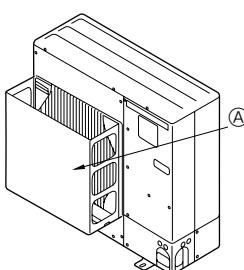
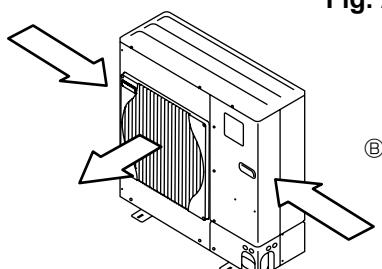

Fig. 2-4
Fig. 2-5
- ② Montera en extra luftledare om enheten installeras på en plats där kraftig vind från tyfoner osv kan komma direkt in i luftutbläset. (Fig. 2-4)
- ③ Luftledare
- ④ Placera om det går enheten så att luftutbläset blåser vinkelrätt mot den säsongsbetingade vindriktningen. (Fig. 2-5)
- ⑤ Vindriktning